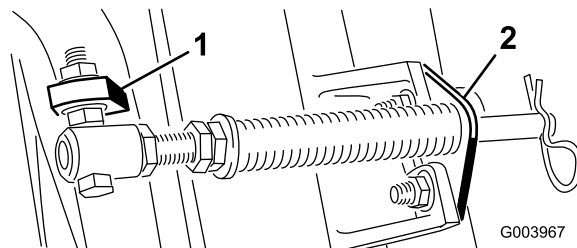

図 11
注(図11)に示すように、ボルトの頭部がタブの外側を向くように取り付けること。
- E. カッティングユニットのタブにロッドブラケットを取り付け、キャリッジボルトとナットで固定する(図11)。ロッドブラケットの再取り付けを行うときに、カッティングユニットのタブの前に、左ホースガイドを取り付ける(図13)。